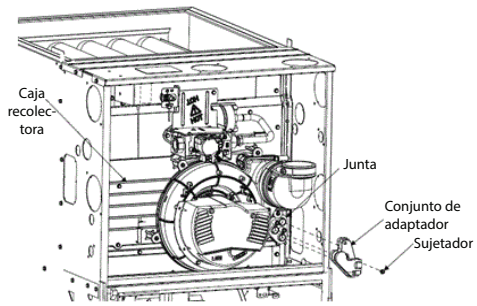

Fig. 14 – Ejemplo de flujo ascendente de la instalación del adaptador de la trampa
1. Instale el adaptador de la trampa en la caja del colector con el tornillo proporcionado, consulte Fig. 14.
1. La trampa se puede instalar con una segunda placa adaptadora comprada por separado. Instale el adaptador de la trampa en la caja del colector con el tornillo proporcionado, consulte Fig. 14.